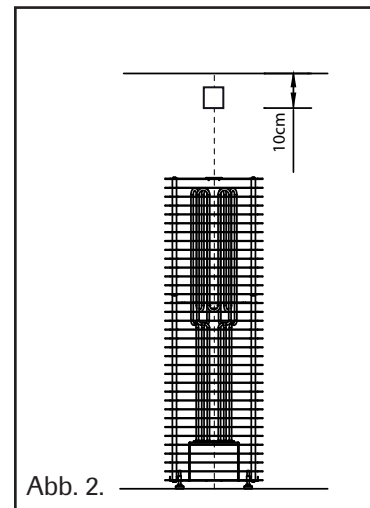

Abb. 2.
- Montieren Sie den Fühler an der Wand oberhalb Ihres Elektro-Saunaofens, 100 mm unterhalb der Decke (s. Abb. 2).